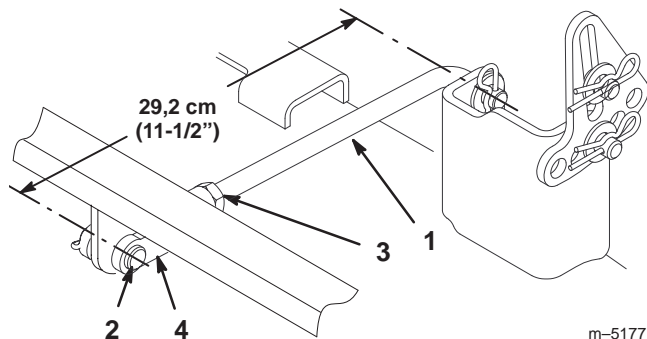

Figure 40
4. Mesurez la longueur du tourillon arrière (Fig. 40). Si elle n'est pas égale à 29,2 cm (11-1/2"), enlevez l'axe de chape et la goupille fendue à l'extrémité du tourillon (Fig. 40), desserrez l'écrou de blocage et tournez la chape jusqu'à obtention de la longueur voulue (29,2 cm [11-1/2"]). Fixez ensuite la chape avec l'axe et la goupille fendue. Répétez la procédure de l'autre côté de la tondeuse.
10. Quand l'inclinaison avant/arrière voulue est obtenue, serrez les écrous de blocage (Fig. 40 et 42).